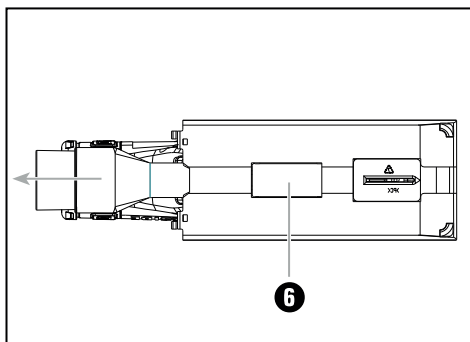

Fig. 2 : Retirer l'embout d'aspiration
- ◆ Appuyer avec le pouce à l'endroit marqué sur la figure 2 pour déverrouiller l'embout d'aspiration **6**. Simultanément, saisissez avec l'autre main le manchon d'aspiration **6** dans le sens de la flèche pour l'extraire de l'appareil.